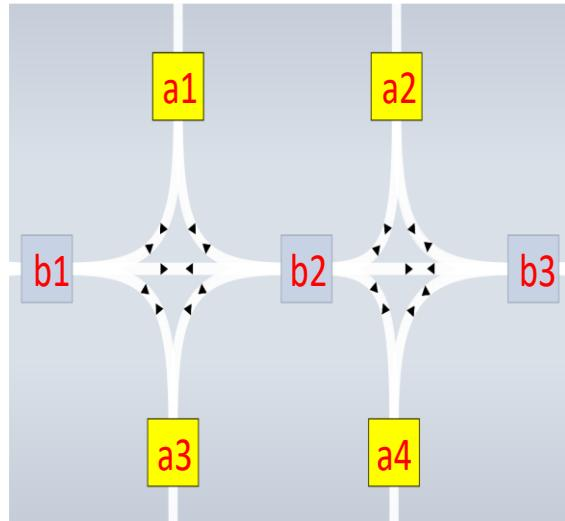

图 2-13 待优化弧线示意图
1) 如图 2-13 所示，对排的等待点 a2 和 a4 存在错位，其 X 坐标不一样，但却共用了弧线端点 b2 和 b3 的做法是不合理的，应该遵循原则一要求，为等待点 a2 和 a4 单独绘制弧线端点，即使直线段上可能拓扑点比较密集，也对规划库规划轨迹没有影响。
2) 如图 2-13 所示，同排的等待点 a1 和 a2 共用了弧线端点 b2，是不合理的，应该遵循原则一要求，为等待点 a1 和 a2 单独绘制弧线端点，即使直线段上可能拓扑点比较密集，也对规划库规划轨迹没有影响。